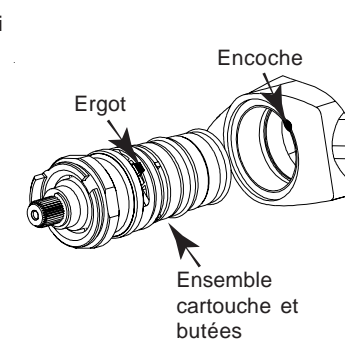

Fig. 6
- Engager l'ensemble cartouche et butées dans le corps en orientant l'ergot avec l'encoche (fig. 6)
- Vérifier que le trait noir soit correctement aligné avec la rainure (fig. 6).